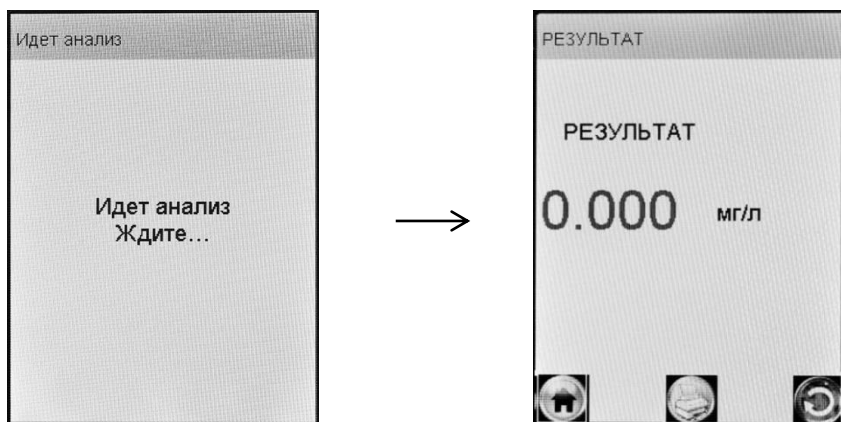

Рисунок 16 – Предъявление результата измерения
2.8.16 После отбора пробы воздуха производится измерение массовой концентрации паров этанола в отобранной пробе, при этом на экране отображается сообщение «**Идет анализ Ждите...**» (рисунок 16, слева).
После того как анализ пробы произведен, на экране предьявляется результат измерения массовой концентрации паров этанола (алкоголя) в отобранной пробе выдыхаемого воздуха (рисунок 16, справа).